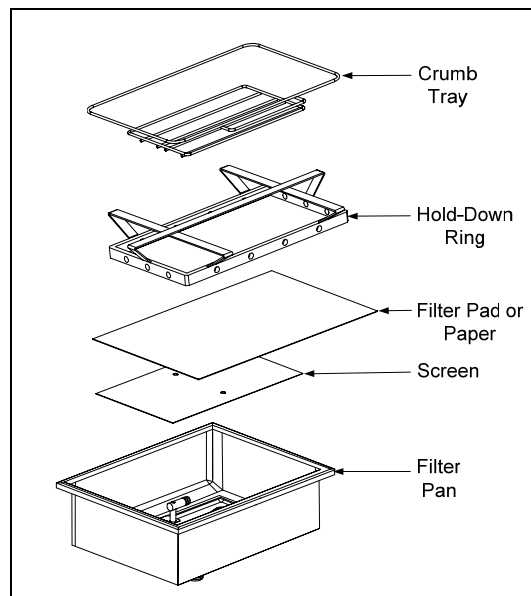

Figure 1
1. 將瀘油缸從爐體內拉出，取出碎屑盤，壓框，瀘油板（或瀘油紙），和瀘油網格。（見 Figure 1）用熱水和清潔劑清潔所有金屬部件，沖洗后吹干。
4. 將碎屑盤重新安裝在濾油缸前部 (See Figure 1)